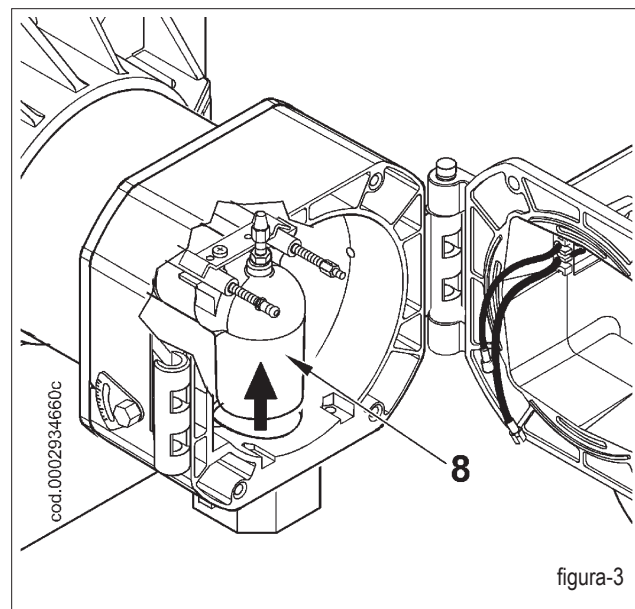

figura-3
Dopo aver sfilato i cavi di accensione e ionizzazione (3) dai terminali dei rispettivi elettrodi, svitare completamente il dado (4) e avvitarlo sulla vite (5), facendola avanzare all'interno del raccordo mandata gas (8) di figura 3 per un tratto sufficiente a garantire il successivo smontaggio del gruppo miscelazione.
Sollevarlo leggermente il raccordo mandata gas (8) (figura 3). e sfilare l'intero gruppo miscelazione nella direzione indicata dalla freccia (9) di figura 4. Completate le operazioni di manutenzione, procedere con il rimontaggio della testa di combustione, seguendo a ritroso il percorso sopra descritto, dopo aver verificato la corretta posizione degli elettrodi di accensione e di ionizzazione (vedi 0002934690).